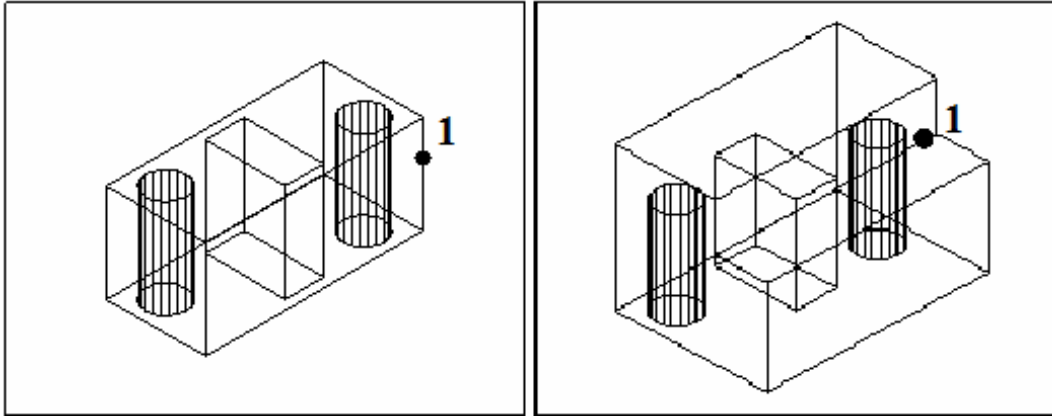

Рисунок 33 - К заданию 3.2.10
3.2.10 Создать трехмерный объект и выдавить грань от точки 1, высота 50 (рисунок 33).